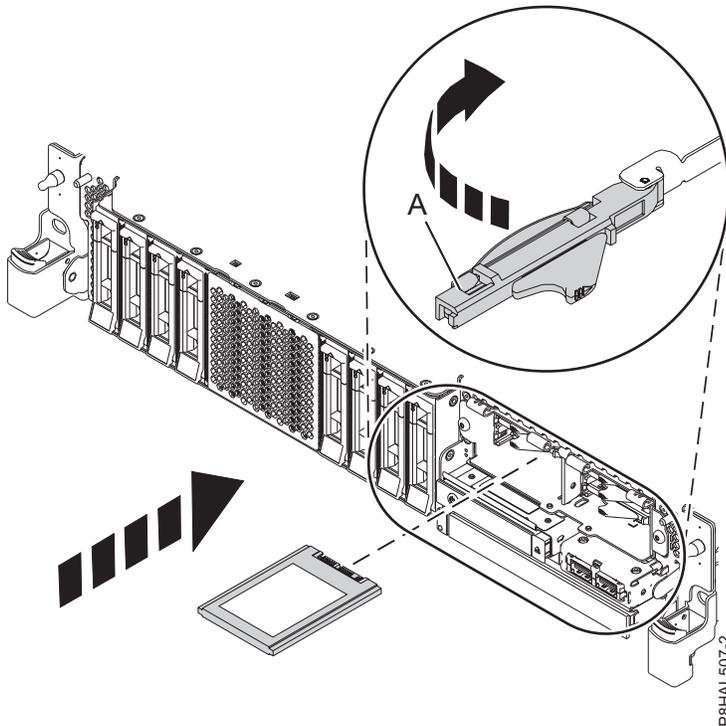

Abbildung 97. Solid-State-Laufwerk in einem System mit erweiterten Funktionen austauschen
15. Der Griff des Solid-State-Laufwerks (**A**) muss in der entriegelten Position sein, während Sie ihn nach außen ziehen, um auf die Führungsschienen im Steckplatz des Solid-State-Laufwerks zugreifen zu können. Stützen Sie das Solid-State-Laufwerk unten mit Ihrer Hand, wenn Sie es an den Führungsschienen im Steckplatz des Solid-State-Laufwerks ausrichten. Siehe Abb. 97 auf Seite 104.
19. Verriegeln Sie das Laufwerk, indem Sie den Griff (**A**) in die gezeigte Richtung drehen. Siehe Abb. 97 auf Seite 104.